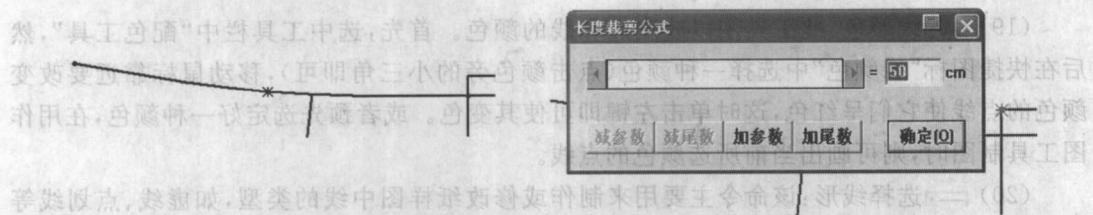
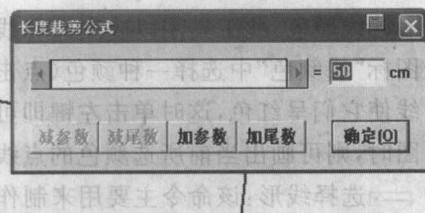

图 2-2-8 一改线点选取后
图 2-2-9
(3) 修改工具:修改工具在自由设计打板和公式法制图内的功能不一样。在公式法制图内主要是调整曲线的形状或直线、点的位置。选中修改工具后在曲线所需调整的地方单击左键即可以随意调整(图 2-2-8);单击右键可按照公式或数据进行调整(图 2-2-9)。在自由设计打板内修改工具可以调整图形中的任意点(如铅笔点、两线段的交点等)、任意直线、曲线的形状或位置。选中修改工具后在线段所需调整的地方单击左键即可以随意调整;单击右键可以按照公式或数据进行调整。